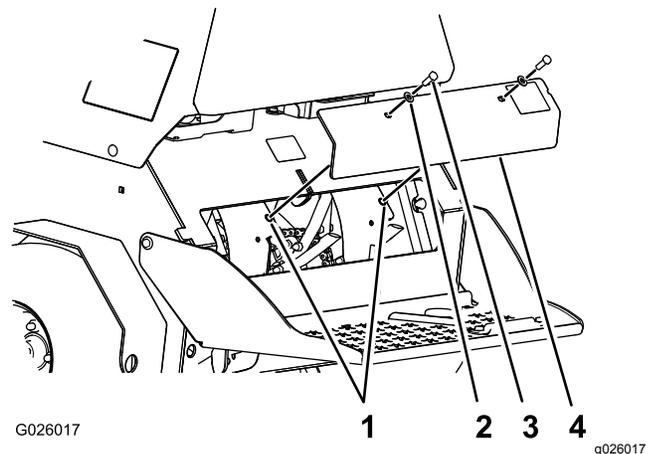

Figure 44
3. Retirez les 2 boulons ($\frac{3}{8}$ x 1 po) et les 2 rondelles ($\frac{3}{8}$ po) qui fixent le panneau arrière au châssis, et déposez le panneau (Figure 44).
- Alignez les trous du panneau arrière et les trous du châssis (Figure 44).
- Fixez le panneau au châssis au moyen des 2 boulons et des 2 rondelles (Figure 44) que vous avez retirés à l'opération 3; serrez les boulons à un couple de 37 à 45 N·m (27 à 33 po-lb)